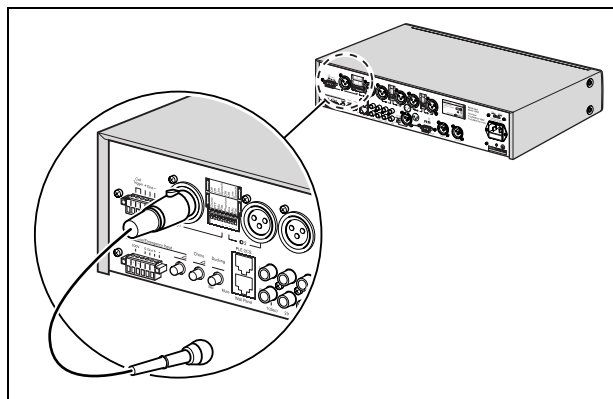

figura 4.2: Apenas conector XLR
- Apenas conector XLR. Consulte a figura 4.2.